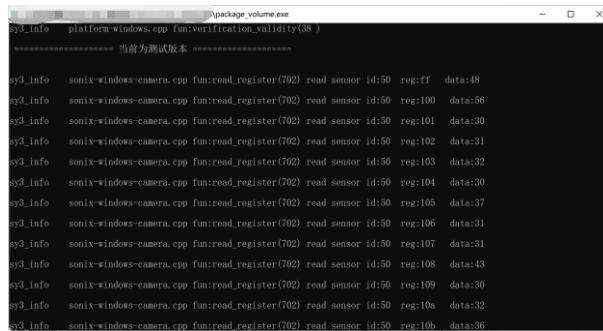

图 3.1 加载内参控制台窗口
(1) 开启程序运行，窗口实时显示相机读取到的场景，移除工作台上物体，保持工作台呈空平面状态（注意：为测量数据准确性，相机标定时被测量纸箱必须移除出画面）。
(2) 窗口上方设置有“相机标定”和“结束标定”两个按钮，点击“相机标定”按钮，在窗口的最下方会持续显示有“相机标定中，请稍等!!!”，如图 3.1 (a) 所示。此时需要保证相机读取到的工作台环境保持不变，相机会对当前环境进行标定。
(3)当窗口最下方显示的信息变为“标定完成,请点击“结束标定”按钮!!!”时,如图 3.1 (b) 所示。表示已经完成相机标定,此时需点击“结束标定”按钮,表示结束相机标定。